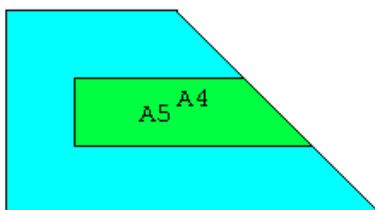

图11.32 删除多余的面
(13) 单击 Main Menu>Preprocessor>Modeling>Delete>Area and Below 菜单，弹出图形拾取对话框，选择面 3，单击【OK】按钮，即要删除多余的面。如图 11.32 所示。